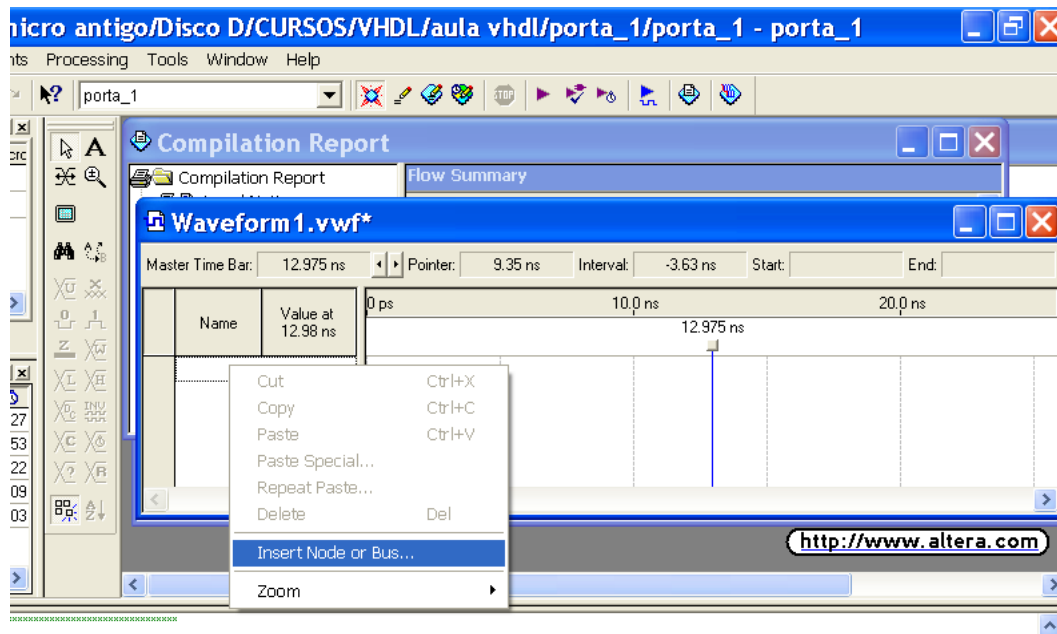

Figura 2.6 Janela com a opção de inserir nós ou bus a serem simulados
1. Clica-se com o botão da esquerda do mouse, como mostra a seta na Figura 2.5, onde irá aparecer a janela com a opção “**INSERT NODE OR BUS...**”, (Figura 2.6). escolhendo essa opção irá aparecer a janela da Figura 2.7, onde escolhendo a opção “**Node Finder**”, irá aparecer a janela da Figura 2.8.